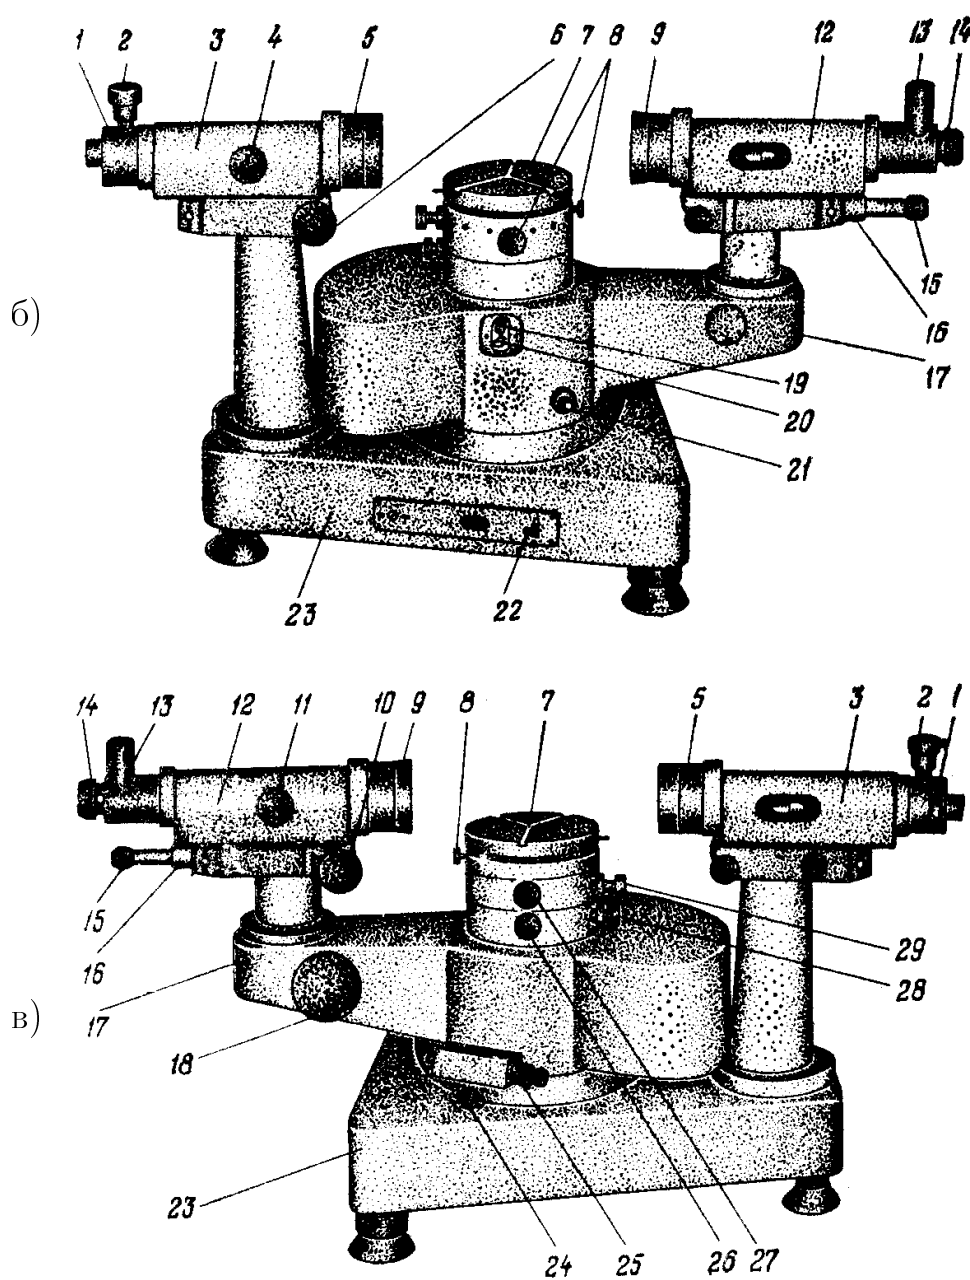

Рис. 1. Оптическая схема и внешний вид гониометра
Оптическая схема гониометра представлена на рис. 1а. Свет от источника S проходит через коллиматор (устройство, дающее параллельный пучок, состоящее из щели 1 и объектива 5) и преобразуется призмой или решёткой в набор параллельных пучков, каждый из которых соответствует определённой длине волны. Параллельные пучки со-
Внешний вид гониометра представлен на рис. 1б и 1в. Коллиматор 3, столик 7 и алидада 17 со зрительной трубой 12 крепятся на массивном основании 23. На столике 7 размещаются исследуемые объекты. Коллиматор закреплён неподвижно, а столик и алидада с трубой могут вращаться вокруг вертикальной оси.
1. Алидада вращается относительно лимба и столика либо грубо от руки при свободном винте 24 (см. рис. 1в), либо точно с помощью микрометрического винта 25 при зажатом винте 24.
1. Приступая к юстировке, убедитесь, что рычажок 20 (см. рис. 1б) в верхнем положении (рычажок 19 нажат).